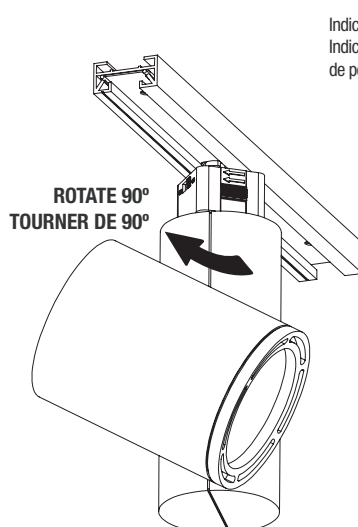
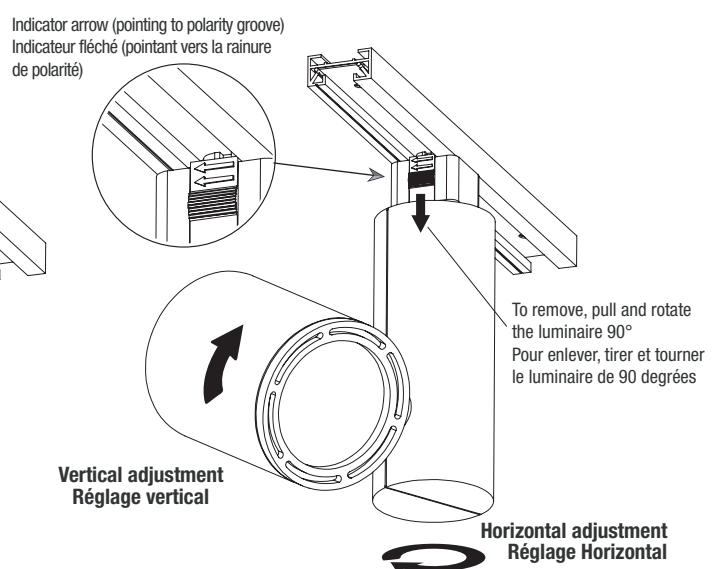

Fig. 2
Fig. 3
2. All Track fixtures are manufactured with Indicator Arrows designed to point toward the Polarity Groove once installed. See Fig 3.
2. For J-Type, rotate the Track Adaptor 90° (Fig. 2) so that the Indicator Arrow point toward the Polarity Groove once installed (Fig. 3).
3. Adjust the luminaire into desired position (Fig. 3).
2. Tous les luminaires à rail sont fabriqués avec des indicateurs fléchés conçus pour être dirigés vers la rainure de polarité une fois installés. Voir Fig. 3.
2. Pour les adaptateurs «J», tourner l'adaptateur de 90° (Fig. 2) de sorte à ce que l'indicateur fléché pointe vers la rainure de polarité une fois installés (Fig. 3).
3. Réglez le luminaire dans la position désirée (Fig. 3).